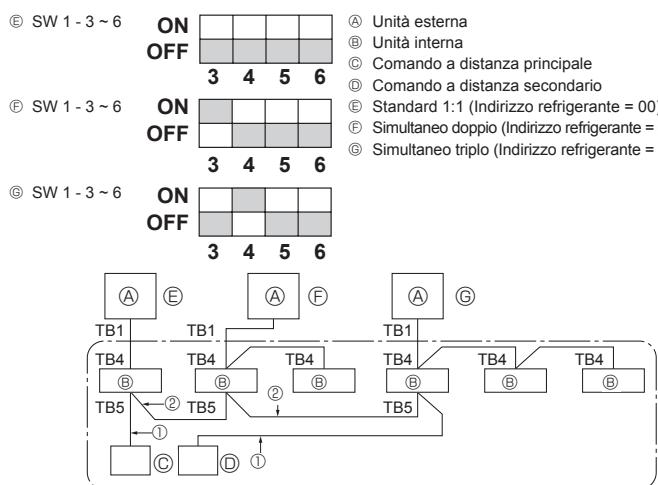

Fig. 9-1
① Alimentare l'impianto (interruttore automatico).
- ② Una volta che la valvola di arresto del liquido si chiude, impostare lo switch SWP sul pannello di comando dell'unità esterna su ON. Il compressore (unità esterna) e i ventilatori (unità interna ed esterna) iniziano a funzionare e la fase di recupero del refrigerante comincia. I LED1 e LED2 sul pannello di controllo dell'unità esterna sono accesi.
9. Controllo del sistema (Fig. 9-1)